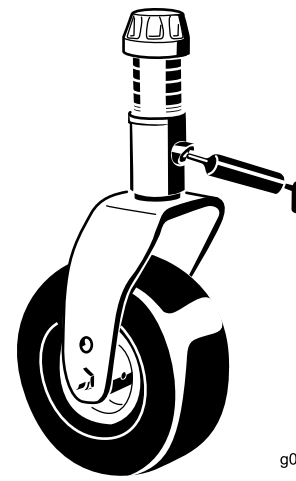

Figura 82
- 2 boccole dell'albero della forcella della ruota orientabile (Figura 82)